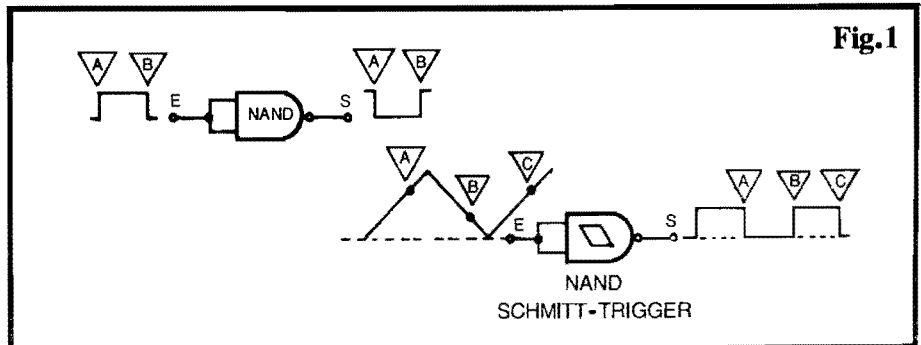

Fig.1
- FIG. 1 - O "COMPORTAMENTO" DOS GATES SCHMITT TRIGGER